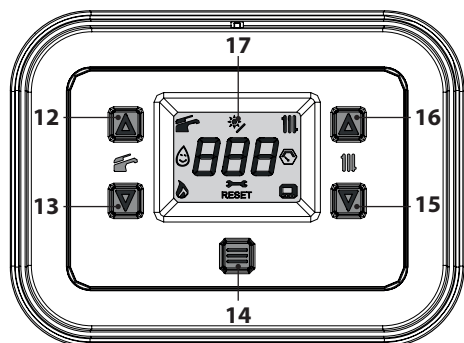
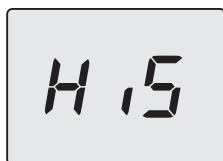

Figura 7.3
Figura 7.4
- Entrare in "modalità programmazione" premendo contemporaneamente per 5 secondi i tasti 13 e 15 (Figura 7.3) fino a far apparire sul display LCD le lettere **HiS** che indicano il menu "Storico delle caldaia" (Figura 7.4).